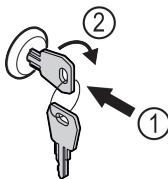

Fig. 192
- Пъхнете ключа Fig. 192 (1).
- Завъртете го на 90° по посока на часовниковата стрелка Fig. 192 (2).